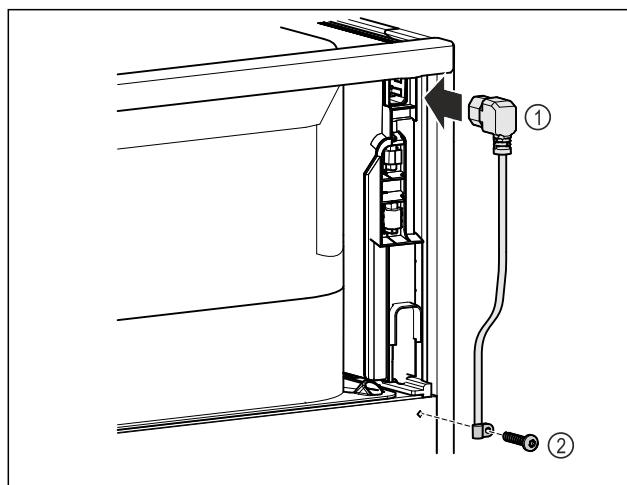

Fig. 11
- ▶ Įkiškite prijungimo prie tinklo laido „šaltojo prijungimo“ jungtį Fig. 11 (1) galinėje prietaiso pusėje.
- ▶ Sumontuokite suveržimo įtaisą Fig. 11 (2)